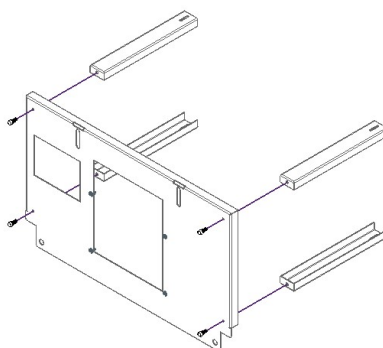

Figura 2 – Montaje de la mesa auxiliar
1. Proteja la superficie sobre la que va a trabajar. Una las cuatro patas de la mesa con cuatro tornillos DIN 912 M8x20mm como se muestra en la Figura 2. Se debe apretar sólo con las manos, para facilitar el resto del montaje del conjunto.